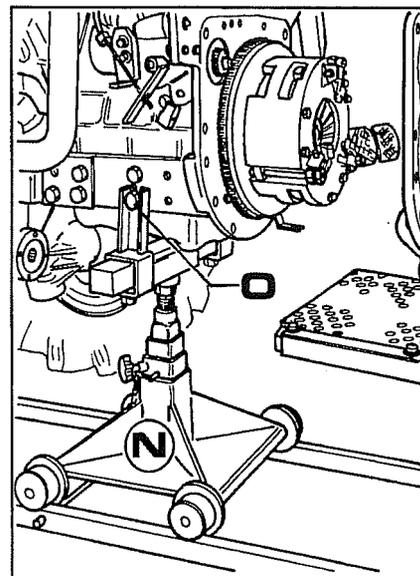

Fig. 18
18. Il est alors possible de séparer la machine. Pour faire cela il faut disposer de l'outil **N** fig. 18 indispensable pour soutenir et maintenir les deux parties alignées ; puis le fixer aux vis **O**.